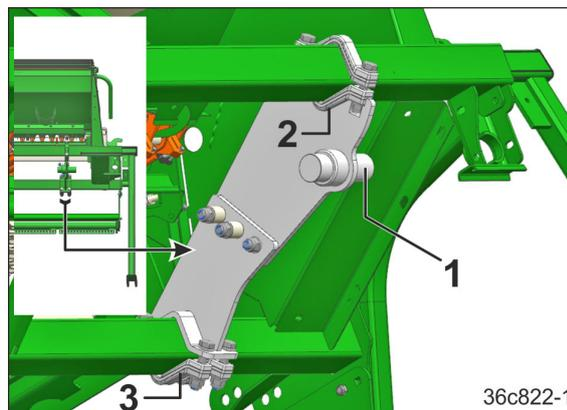

Fig. 125
Jeder Zapfen (Fig. 125/1) ist mit 3 Klemmbügeln am Rahmen der Sämaschine befestigt:
- 1 Klemmbügel oben (Fig. 125/2)
- 2 Klemmbügel unten (Fig. 125/3).